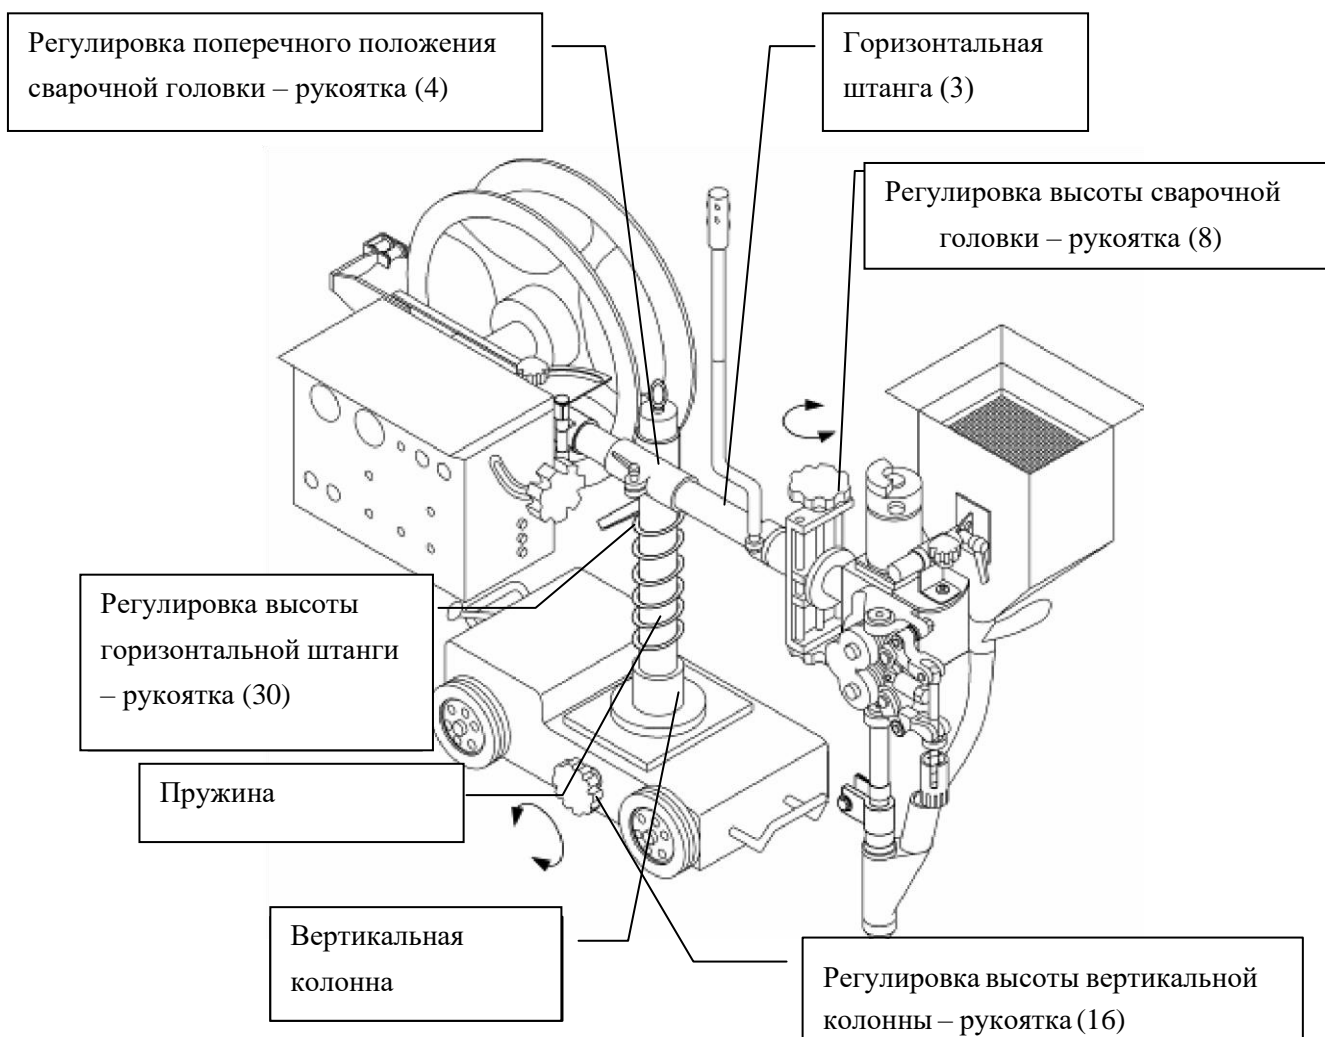

Рисунок 4: Регулировки положения сварочной головки
2. Регулировка вертикальной колонны (см. Рисунок 4)
3. Регулировка горизонтальной штанги (см. Рисунок 4)
4. Регулировка высоты сварочной головки (см. Рисунок 4)
5. Поперечное перемещение сварочной головки (см. Рисунок 4)